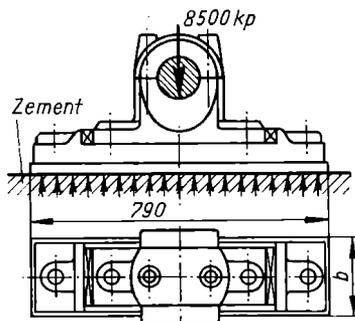

Bild 26
51. Ein durch den Zapfen mit 8500 kp senkrecht belastetes Stehlag er ist auf eine Sohlplatte nach Bild 26 aufgesetzt. Letztere ist mit Zement untergossen, so daß sie die Auflagerkraft gleichmäßig verteilt auf das Mauerwerkfundament überträgt.